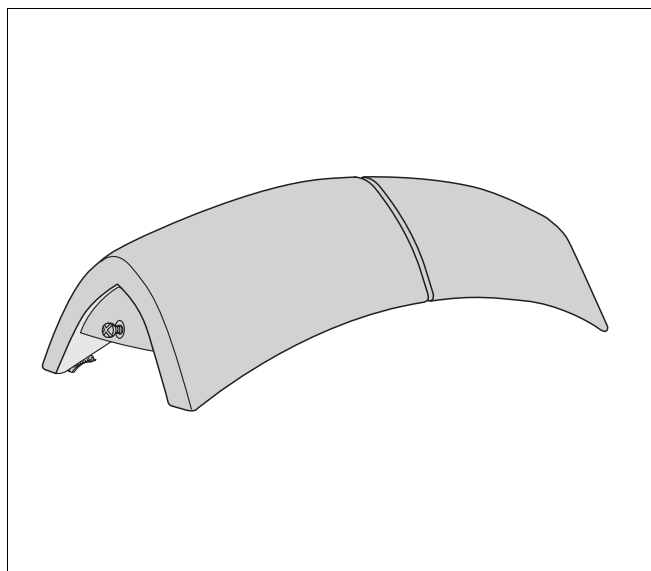

Abb. 12 Kuppelkerchel
- Kuppelkerchel montieren (Abb. 12).